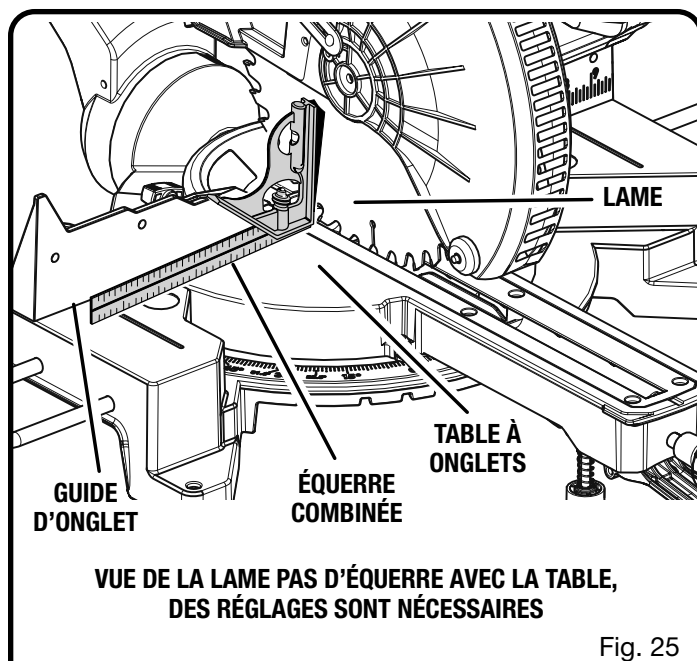

Fig. 25
- Si le haut ou le bas de la lame s'écarte de l'équerre, des réglages, figures 25 et 26, sont nécessaires.